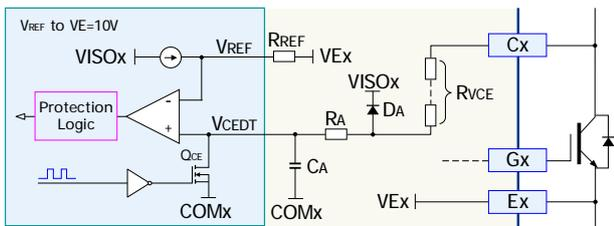

图 9. 短路保护原理框图
2) 采用串电阻检测方式，过流保护信号输出时序图参见图 9。
驱动器的 IGBT 短路保护使用 VCE 检测电路【见图 9】，两个通道各自独立。短路保护功能只在 IGBT 开通的时候有效；在 IGBT 关断状态，触发信号会将 QCE 打开，使得 VCEDT 钳位在 COMx（相对 VEx 为 -10V 左右），比较器不动作。